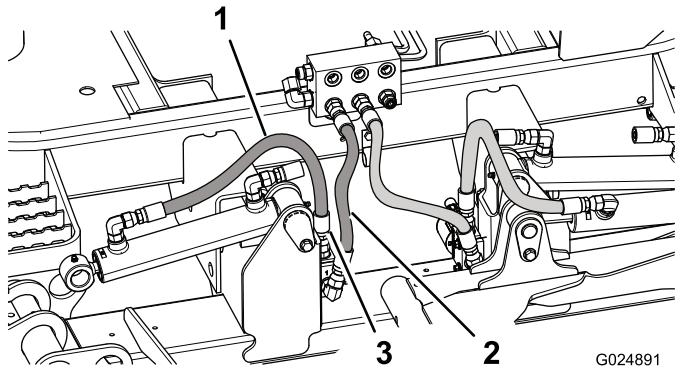

図 8
7. ジャンクションマニホールドのフィッティングから外したホースの先を、デッキロックマニホールド上部にあるフィッティングストレートフィッティングに取り付ける図 8。
8. 新しいホースを、ジャンクションマニホールドとデッキロックマニホールドの 90 度フィットティングに接続する図 8。